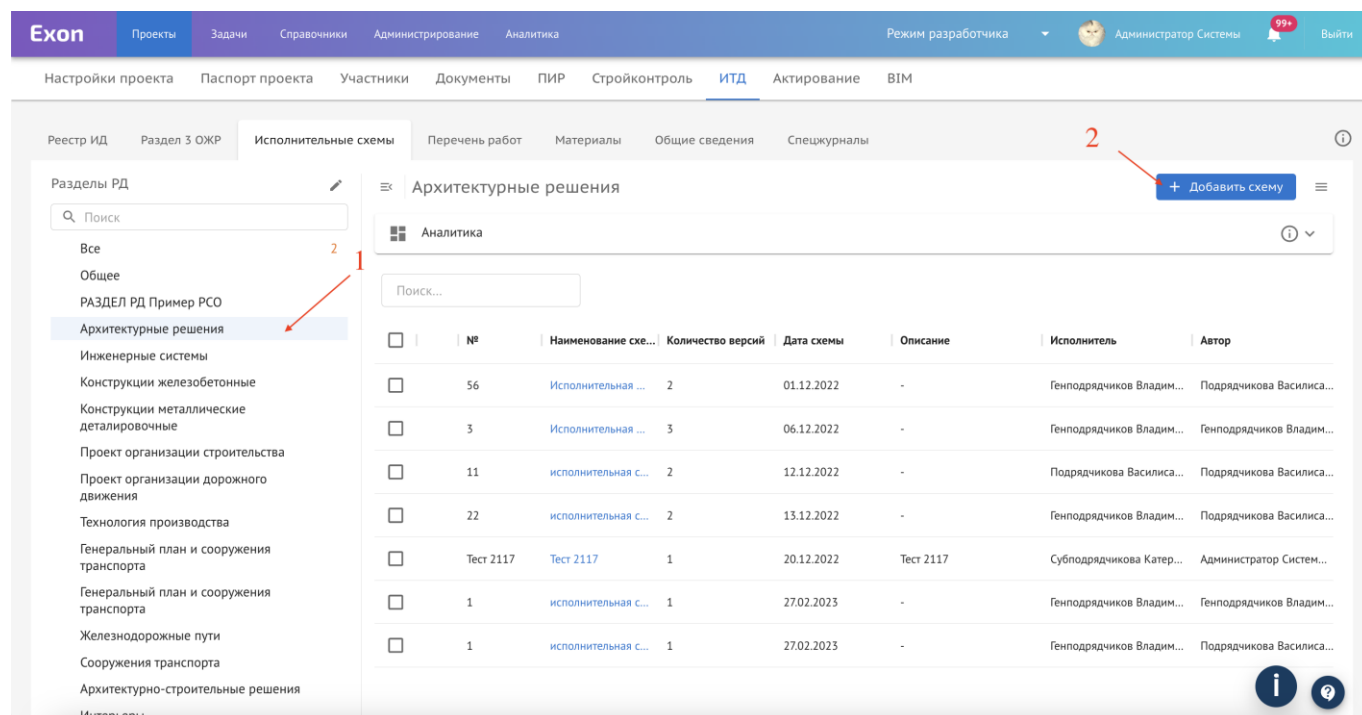

Рис. 35 – Вкладка Исполнительные схемы
1. В окне интерфейса выбрать раздел, к которому она относится (1) (список разделов слева полностью повторяет аналогичный список в Перечне работ) и нажать «+Добавить схему» (2) (рис. 35);